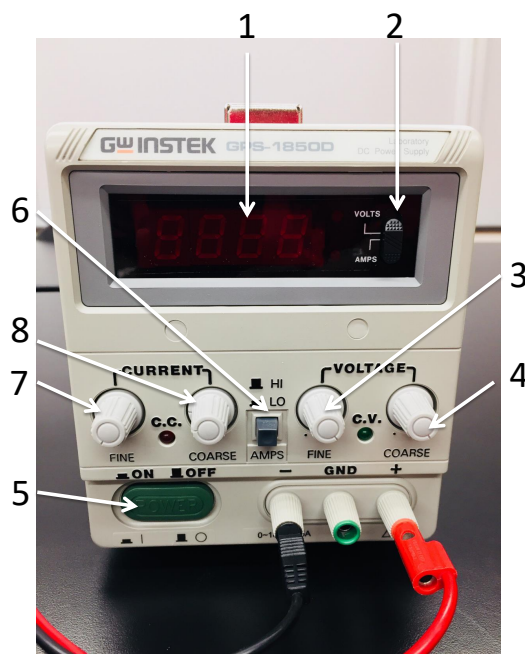

Figure 6: Source de courant
4. Lorsque la source de courant n'est pas en marche et qu'aucune valeur n'apparaît à l'afficheur (numéro 1 à la Figure 6), pesez le montage à aimants à 0.01 gramme près. Notez cette lecture de la balance au Tableau 1 (à la rangée $I = 0.00$ A).
- Avant de brancher la source de courant, les deux boutons du voltage (numéros 3 et 4 à la Figure 6) devraient être tournés vers la droite, en position maximale.
- Mettez la source de courant en marche en appuyant sur le bouton “POWER” (numéro 5 à la Figure 6) . Vérifiez que l’appareil soit ajusté à la grande échelle du courant et qu’il affiche deux décimales (numéro 6 à la Figure 6). Ajustez la source de courant à 0.50 A. Pesez de nouveau le montage et notez cette valeur au Tableau 1 sous la colonne de la lecture de la balance.